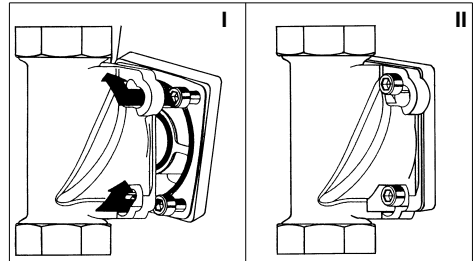

Abb. 3: Einbaudrehflansch mit Bajonett
- Die vier Flanschschrauben in die Bajonettbohrung am Einbaudrehflansch stecken (siehe Abb. 3 I).
- Die Hauswasserstation im Uhrzeigersinn bis zum Anschlag drehen (siehe Abb. 3 II).